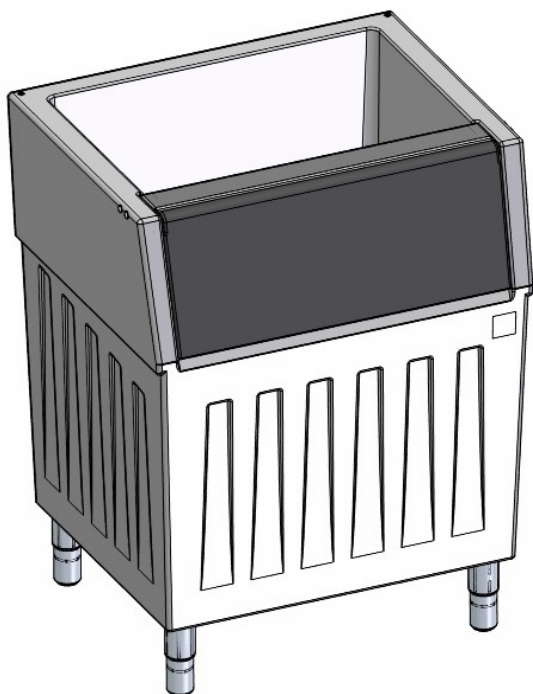
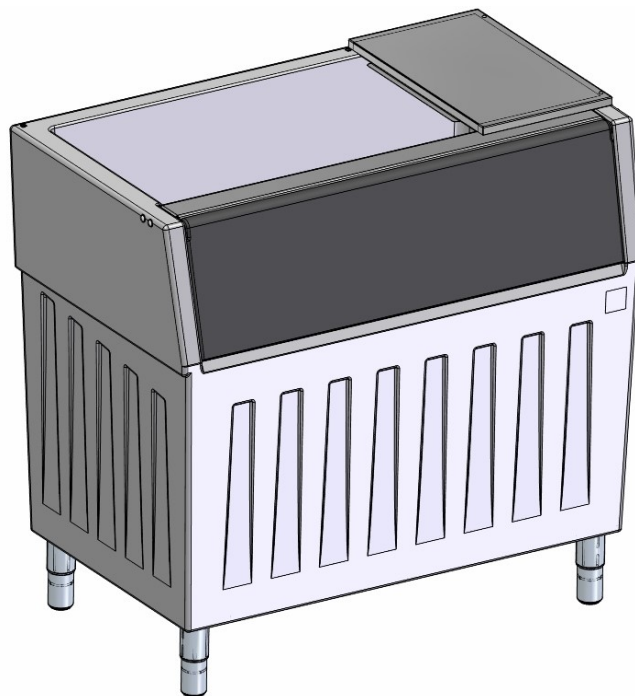

Рис. 1 Общий вид бункера Б-300П
Рис. 2 Общий вид бункера Б-400П
Бункера Б-300П, Б-400П предназначены для сбора, накопления и хранения льда, вырабатываемого льдогенератором чешуйчатого льда моделей ЛГ-250, ЛГ-400, ЛГ-620, ЛГ-1200Ч-03, ЛГ-1200Ч-04, ЛГ-1200Ч-01 (устанавливается только на Б-400П), ЛГ-1200Ч-02 (устанавливается только на Б-400П) производства ООО «Фросто» (рис. 1, рис.2).
4.6 Установить трубку датчика уровня льда в бункер согласно «Инструкции на установку датчика уровня льда» и рис. 2. Для этого необходимо просверлить три отверстия Ø2,5 – 3 мм, смазать герметиком, установить кронштейн крепления трубки датчика и трубку датчика уровня льда на три самореза DIN7504-4,2 A2 (входят в комплект поставки льдогенератора). Вариант установки изображен на рис.3.